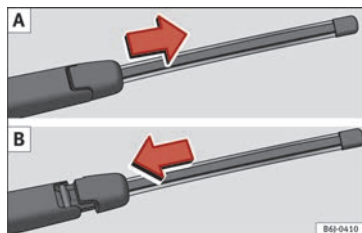

Fig. 90 Estrarre e posizionare la spazzola del tergilunotto.
- Scorrere l'adattatore della spazzola nella direzione della freccia e rimuovere la spazzola » **fig. 90 A**.
- Posizionare la spazzola come indicato nella figura » **fig. 90 B** e scorrere l'adattatore fino a quando non si incastra.